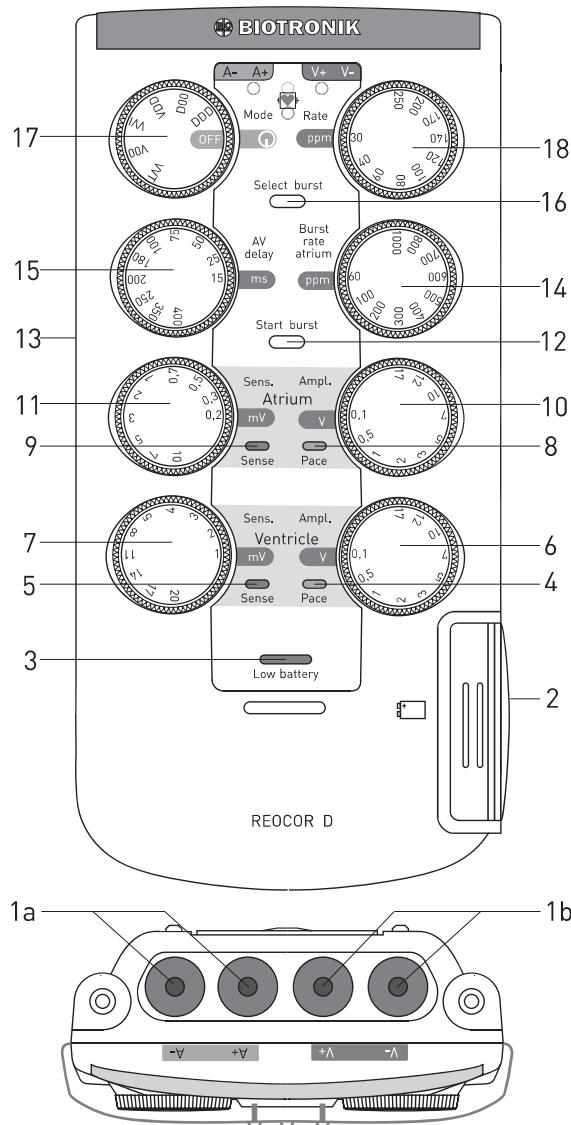

Рисунок 1: Панель управления и разъемы для подключения электродов ЭКС Reocor D
Порядок запуска устройства Reocor D идентичен для любого из выбираемых режимов стимуляции. Этапы работы следует выполнять в следующем порядке (цифры в скобках приведены с ссылкой на Рисунок 1 на стр. 14).
- Установите требуемое значение базовой частоты стимуляции с помощью поворотного регулятора 18 (Рисунок 1);
- Установите требуемое значение АВ-задержки с помощью поворотного регулятора 15 (Рисунок 1);
- Установите требуемые значения амплитуды стимуляции предсердного и желудочкового каналов — поворотные регуляторы 10 и 6, соответственно (Рисунок 1);
- Выберите требуемый режим стимуляции с помощью поворотного регулятора 17 (Рисунок 1). Устройство будет активировано;
- Если светодиодный индикатор низкого заряда батареи №3 (Рисунок 1) мигает, необходимо заменить батарею (для замены батареи см. стр. 21);
- Подключите электроды, желтый светодиодный индикатор предсердной стимуляции №8 (Рисунок 1) и желтый светодиодный индикатор желудочковой стимуляции №4 (Рисунок 1) будут мигать синхронно с нанесением устройством предсердных и желудочковых импульсов;
- Установите значения чувствительности для предсердного и желудочкового каналов при помощи поворотных регуляторов 11 и 7, соответственно (Рисунок 1). Зеленый светодиодный индикатор регистрируемой активности предсердия №9 и желудочка №5 (Рисунок 1) будут мигать синхронно с регистрируемыми устройством собственными сокращениями сердца в соответствующих камерах;
Включение светодиодного индикатора №3 (Рисунок 1) означает истощение заряда батареи. При использовании батареи модели MN 1604 производителя Duracell® Procell® остается около 36 часов непрерывной работы. Однако батарею следует заменить как можно скорее.
Батарейный отсек (2, Рисунок 1) расположен с правой стороны устройства и может быть открыт нажатием синего ползунка вверх и вытягиванием выдвижного ящика вправо. Осторожно извлеките батарею.